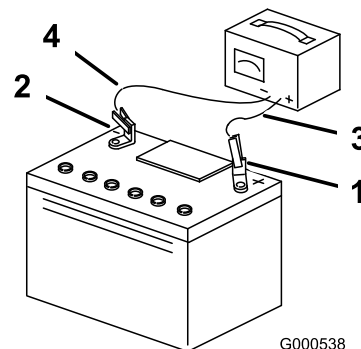

Figure 33
5. Quand la batterie est chargée au maximum, débranchez le chargeur de la prise, puis débranchez les fils du chargeur des bornes de la batterie (Figure 33).